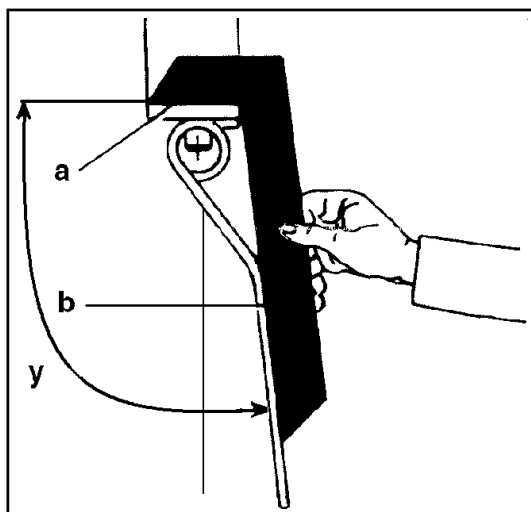

Bild 4-2
- Zinken durch Nachstellen der Anschlagsschraube (x) so einstellen, daß die Einstellehre bei (a) und (b) parallel anliegt (Bild 4-2).